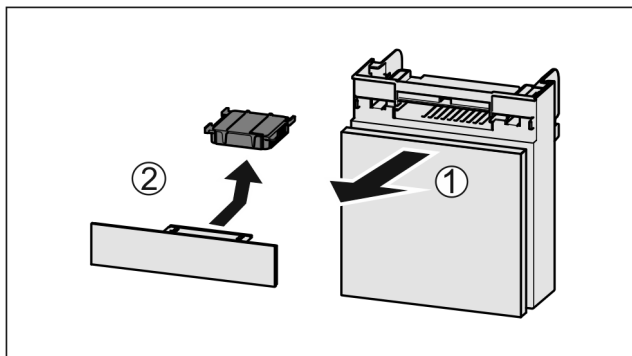

Fig. 166
- ▶ Вытянуть Fig. 166 (1) отделение движением вперед.
- ▶ Извлечение Fig. 166 (2) фильтра с активированным углем.